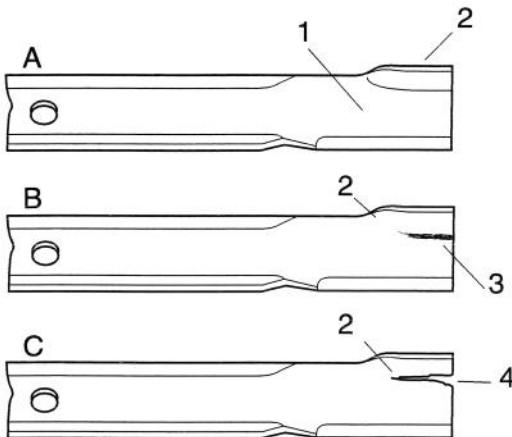

Figure 6
- Examiner attentivement les tranchants de la lame, particulièrement au point de jonction de la partie plate et de la partie recourbée. (Fig. 6-A). Le sable et les matériaux abrasifs peuvent user le métal qui relie ces deux parties de la lame, aussi vérifier l'état de cette dernière avant d'utiliser la tondeuse. Remplacer la lame si elle semble usée (Fig. 6-B).
Si la lame est usée, une fente se forme entre le bord relevé et le plat de la lame (Fig. 6-C), à la suite de quoi un morceau de lame peut se briser et être éjecté de sous le carénage et causer des blessures corporelles graves.